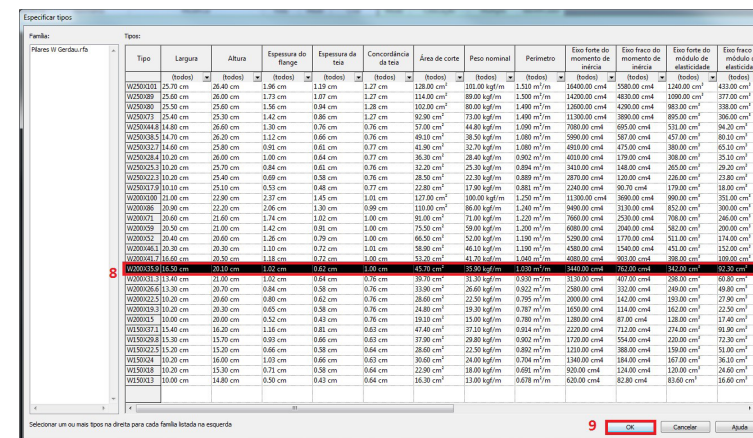

Figura 22 - Selecionar perfil na lista.
8. Ao abrir uma nova janela, selecionar o perfil a ser carregado no projeto, conforme mostra a figura 22.